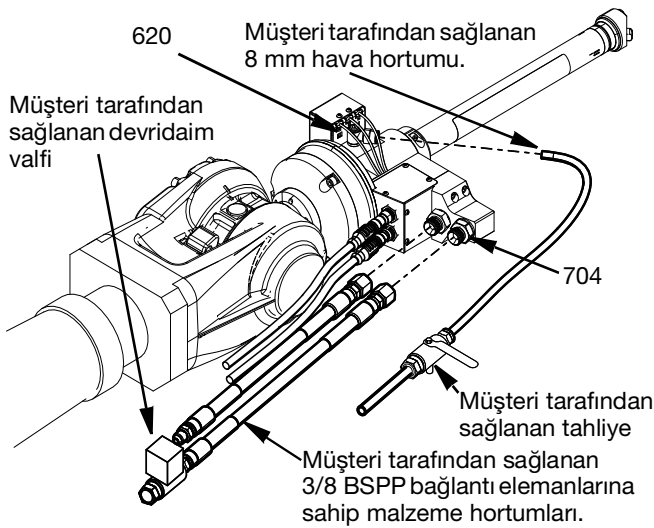

FIG. 6
Hava beslemesi, Switch Tip 3B Tabancaya 8 mm'lik bir poliüretan hortum ile rakor muhafazasının (619) yan tarafındaki dirsek şeklindeki rakor bağlantı elemanına (620) bağlanır. Müşteri, hava beslemesi ile Switch Tip 3B Tabanca bağlantısı arasına hava tahliye valfi takmalıdır. Bkz. FIG. 6.
Malzeme besleme ve geri dönüş hortumları, 3/8 BSPP konektörler kullanın. Malzeme besleme hortumu "Giriş" olarak işaretlenen bağlantı noktasına takılır. Malzeme geri dönüş hortumu "Geri Dönüş Giriş 2" olarak işaretlenen bağlantı noktasına takılır. (Sirkülasyon seçilmezse, Geri Dönüş Giriş 2 portu 3/8 BSPP tapası (132879) ile kapatılır. Çift malzeme seçilirse, her iki bağlantı da giriftir (geri dönüş mümkün değildir). Bkz. FIG. 6.
- Solenoid valflerinin (613), rakor haznesi parçaları, sayfa 28'de gösterildiği gibi her valfi robotun kumanda sisteminden açıp kapatarak düzgün çalıştığını kontrol edin ve pistonun çalışırken çıkardığı sesi dinleyin.
- Müşteri tarafından tedarik edilen devridaim valfini açın ve malzeme dönüşünde sıkışan hava tamamen çıkana kadar malzemeyi valf yoluyla boşaltın. Bkz. FIG. 6.
3. Müşteri tarafından tedarik edilen hava tahliye valfını kapatarak hava hatlarındaki tüm hava basıncını tahliye edin. Bkz. FIG. 6.
4. Nozül ucu veya malzeme hortumu tıkalıysa veya yukarıdaki adımları izledikten sonra basınç tam olarak tahliye edilmemişse, 3/8 inç BSPP giriş bağlantısından (704) müşteri tarafından sağlanan malzeme hortumunu çok yavaşça gevşetin, (bkz. FIG. 6).